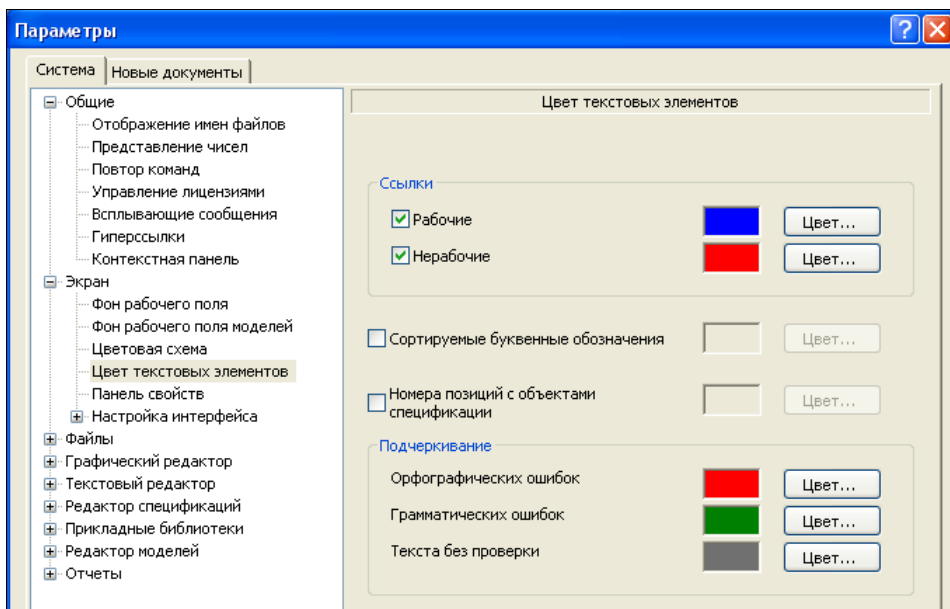

Рис. 15.6. Диалоговое окно **Параметры** с открытой панелью **Цвет текстовых элементов**
- ◆ щелкните ЛК по пункту **Цвет текстовых элементов**. В правой части на панели **Цвет текстовых элементов** (рис. 15.6) задайте цвет шрифта текстовых документов и цвет подчеркивания при проверке правописания;